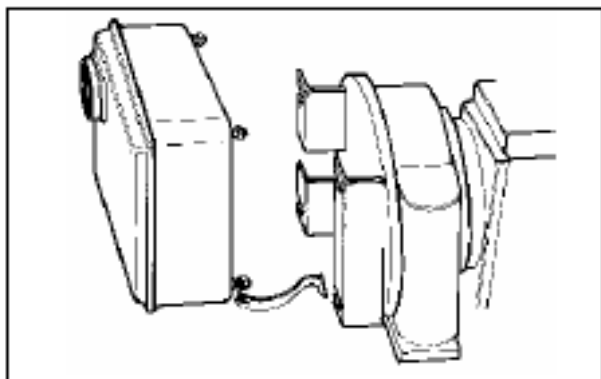

Рис.7
**A.** Присоедините электрический шкаф с обратной стороны рычага зажимного устройства с помощью прилагаемых гаек (Рис.7).